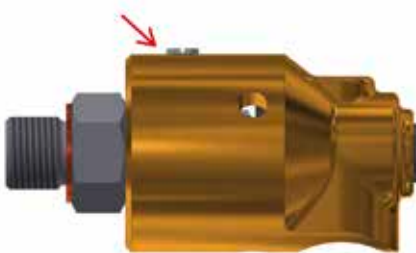
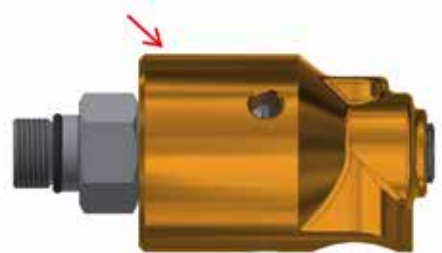

図 13
図 14
- プラグが付属している（図13参照）、またはプラグやグリスニップルが付属していない（図14参照）回転ユニオンについては、再給脂は必要ありません。